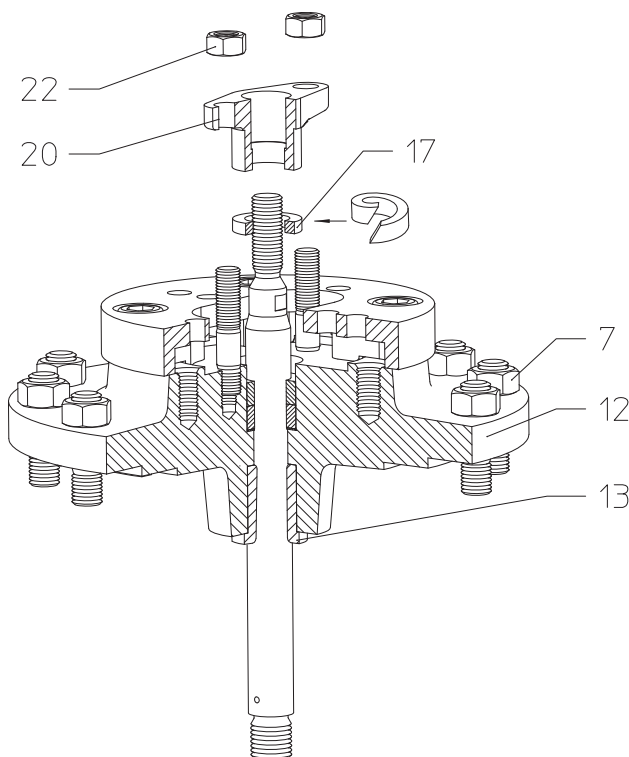

Fig. 8: Pakdåsepakning
- Indsæt en ny pakring (pos. 13), indbygningen foretages som vist på Fig. 8.